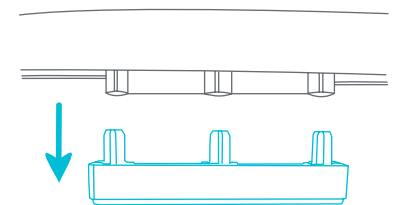

Fig. 13a
- **REMOCIÓN:** Para quitar, saque el tapón (Fig. 13a).